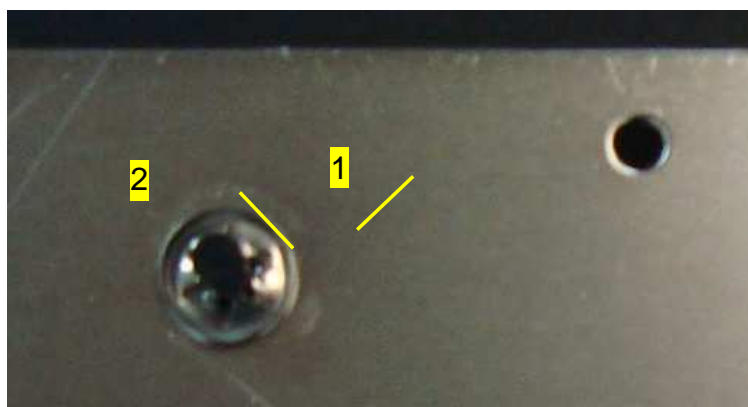

Рис. 6.20
6.11.4. Снять элементы крепления 2, отжав стопорные кольца 1 (Рис. 6.20). Отделить изолирующие прокладки от шин.